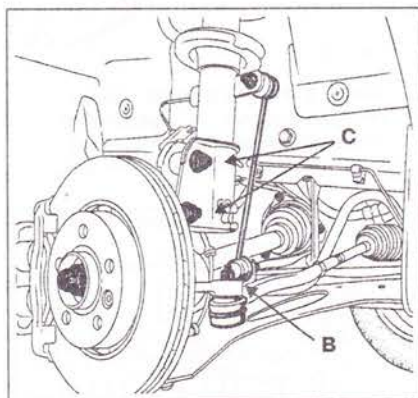

Рис. 5.86. Открутите гайку крепления пальца шаровой опоры рулевой тяги **В** и болты нижнего крепления амортизаторной стойки **С**.
3. Открутите гайку крепления пальца шаровой опоры рулевой тяги **В** и болты нижнего крепления амортизаторной стойки **С** (рис. 5.86).